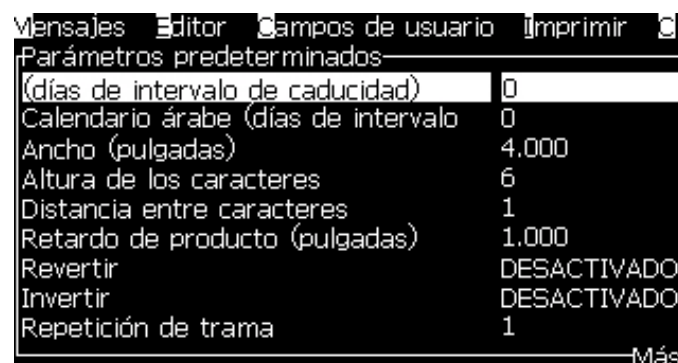

Figura 5-10. Cuadro de diálogo Default Parameters (Parámetros predeterminados)
Los diferentes parámetros disponibles (*Messages (Mensajes) > Default Parameters (Parámetros predeterminados)*) se muestran en la Tabla 5-10 y en la Figura 5-10 en la página 5-24.
- 2 Bajo el menú Mensajes, seleccione los Parámetros de Mensajes (Figura 5-10 en la página 5-24) para editar las válvulas.
- 2 Bajo el menú *Messages (Mensajes)*, seleccione *Message Parameters (Parámetros del mensaje)* (Figura 5-10) para editar los valores.